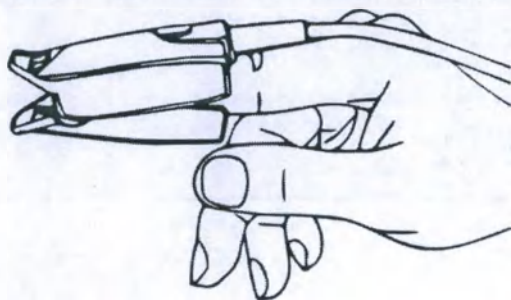

Рис. 10.2.2 Демонстрация датчика SpO₂
3. Вставьте один палец (предпочтительно указательный, ноготь не должен быть слишком длинным) в зажим датчика в соответствии с отметкой для пальца, как показано на Рис. 10.2.2.